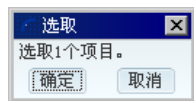

图 4.14.4 “选取”对话框
- (3) 在图 4.14.4 所示的“选取”对话框中, 单击  按钮, 结束选取。